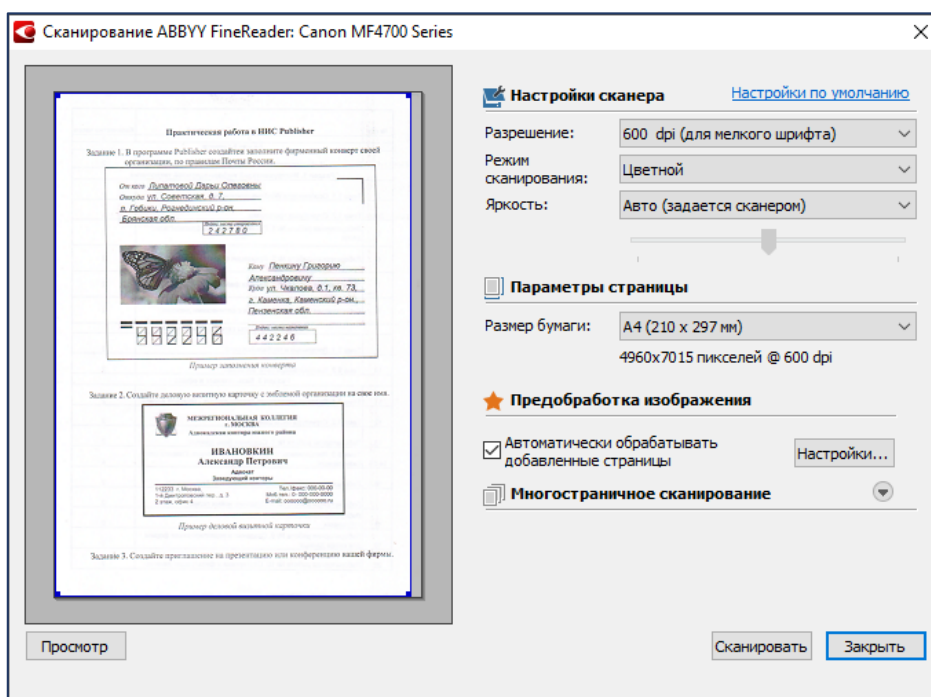

Рис. 24. Диалоговое окно Сканирование
4. Нажмите кнопку Сканировать, или в меню Файл выберите пункт Сканировать страницы. Откроется диалог сканирования (рис. 24). Выберите необходимые параметры и запустите сканирование. В результате в окне Страницы программы ABBYY FineReader добавятся отсканированные страницы.